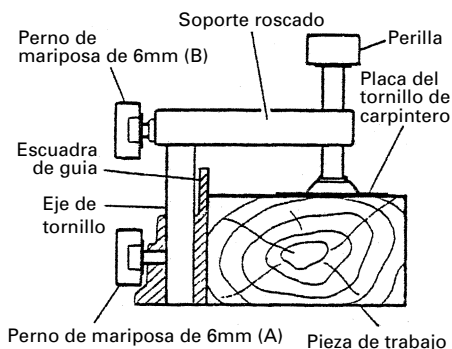

Fig. 22
- (1) El conjunto de tornillo de carpintero puede montarse en la escuadra de guía izquierda (escuadra de guía (B)) o bien en la escuadra de guía derecha (escuadra de guía (A)) aflojando el perno de orejas de 6mm (A).
- (2) El portatornillo puede elevarse o bajarse de acuerdo con la altura de la pieza de trabajo aflojando el perno de orejas de 6mm (B). Después del ajuste, apriete firmemente el perno de orejas de 6mm (B) y fije el portatornillo.
- (3) Gire la perilla superior y fije firmemente la pieza de trabajo en su lugar (Fig. 22).